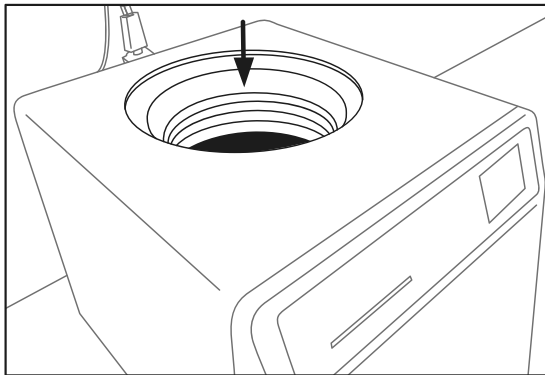

Figura 30.
11. Coloque la placa inferior del estante de muestras de forma fija (Figura 30 y 31).